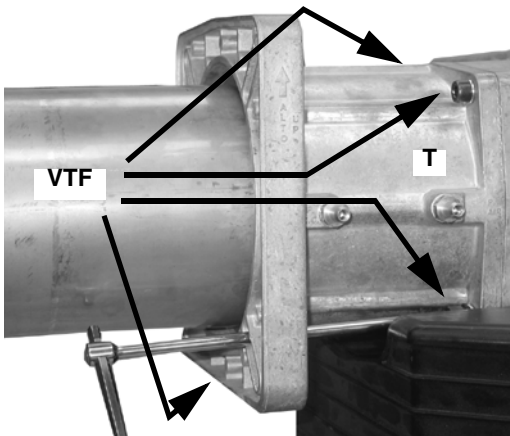

Fig. 7
- 2 Demontati piesa cu flansa **T** prin desfacerea celor 4 suruburi cu cap cu locas hexagonal **VTF** (Fig. 7).